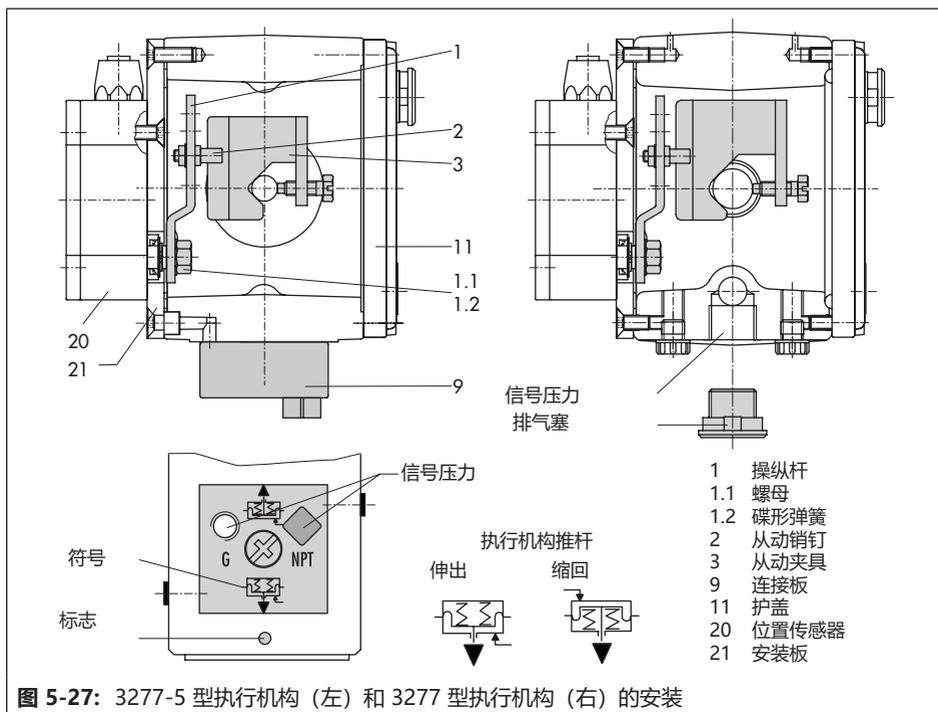

图 5-27: 3277-5 型执行机构 (左) 和 3277 型执行机构 (右) 的安装
120 cm² 的 3277-5 型执行机构 (图 5-27)
定位器的信号压力通过连接板 (9, 图 5-27 左侧) 的信号压力连接传递到执行机构膜片腔。继续前, 需要先将附件中随附的连接板 (9) 用螺钉固定到执行机构支架上。
- 转动连接板 (9), 使故障-安全动作“执行机构推杆伸出”或“执行机构推杆缩回”的符号与标记 (图 5-27 下方) 对齐。
- 请务必确保正确插入连接板 (9) 垫片。